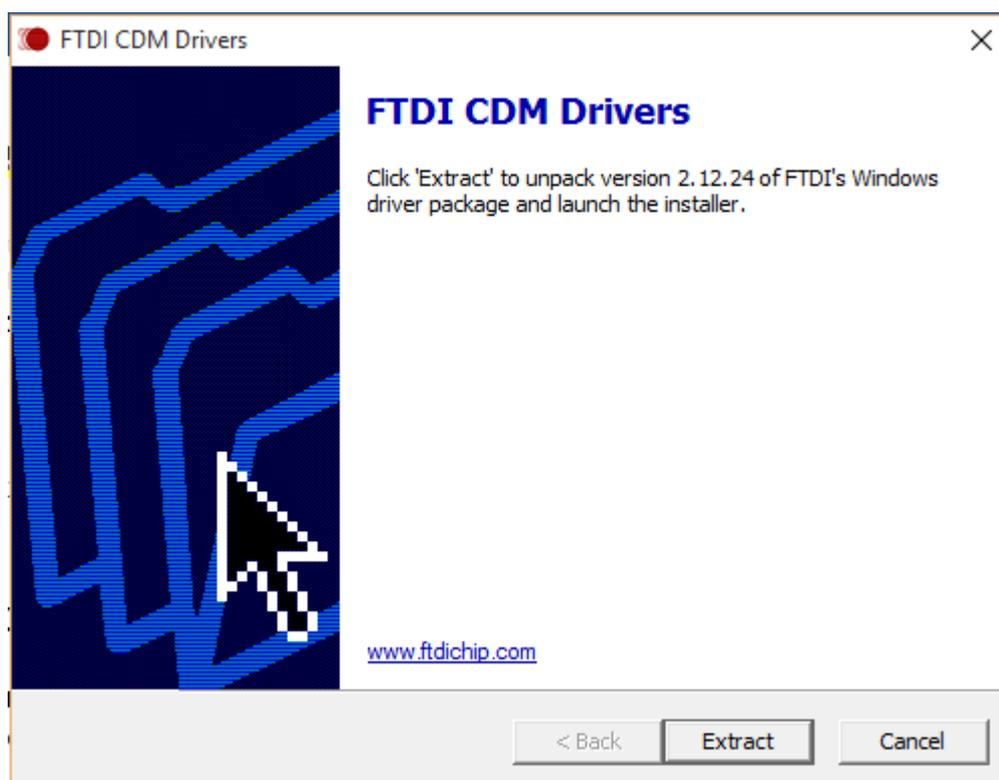

Рис.5
- запустить из CD-диска установочную программу CDM21224_Setup.exe. На экране ПК появится окно-приглашение установки драйвера USB «CDM21224_Setup.exe» (рис.5);